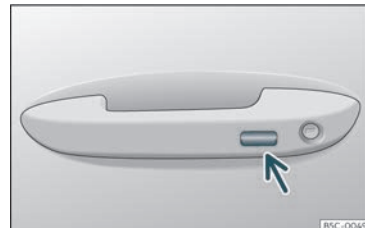

Fig. 88 Poignée de porte : surface sensible.
- **OU** à l'aide du système Keyless Access* (verrouillage uniquement) : Appuyez un doigt pendant quelques secondes sur la surface sensible de verrouillage » » fig. 88 (flèche) de la poignée de porte jusqu'à ce que les vitres et le toit ouvrant* se ferment. Si vous cessez de toucher la surface sensible, la fonction d'ouverture/fermeture s'interrompt.
• Appuyez un doigt pendant quelques secondes sur la surface sensible de verrouillage >>> **fig. 88** (flèche) de la poignée de porte jusqu'à ce que le toit ouvrant se ferme. Si vous cessez de toucher la surface sensible, la fonction d'ouverture/fermeture s'interrompt.